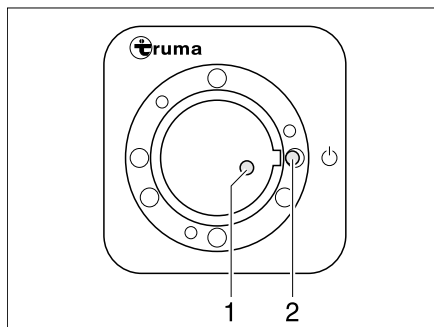
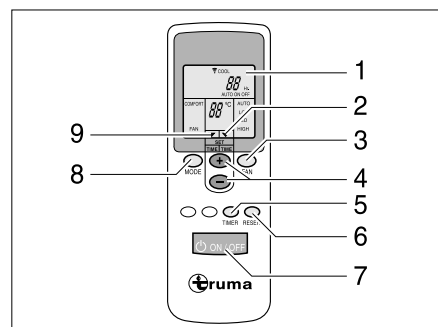

Bild 178 Empfänger
Bild 179 Fernbedienung
- Am Schalter (Bild 179,7) die Fernbedienung einschalten. Die grüne Kontroll-Leuchte (Bild 178,1) zeigt den Kühlbetrieb an.
- Die gewünschte Betriebsart mit der Taste (Bild 179,8) einstellen.
- Bei Bedarf mit den Tasten (Bild 179,3 und 4) die gewünschte Gebläseleistung und Raumtemperatur einstellen. Der Pfeil (Bild 179,9) zeigt den gewählten Einstellmodus an.
- ▷ Am Empfänger befindet sich ein zusätzlicher Tastschalter (Bild 178,2), mit dem die Klimaanlage auch ohne Fernbedienung aus- oder eingeschaltet werden kann. Wenn die Klimaanlage über diesen Tastschalter eingeschaltet wird, dann wird automatisch die zuletzt auf der Fernbedienung eingestellte Betriebsart gewählt.
- Zum Programmieren die Klimaanlage mit der Taste (Bild 179,7) auf der Fernbedienung einschalten.
- Mit den Tasten (Bild 179,8, 3 und 4) die gewünschte Betriebsart und Raumtemperatur einstellen.
- Mit der Taste (Bild 179,5) die gewünschte Funktion (Bild 179,1) auswählen:
- Mit den Tasten (Bild 179,4) die gewünschte Schaltzeit wählen (1 bis 15 Stunden). Der Pfeil (Bild 179,2) blinkt und zeigt den Einstellmodus an.
- ▷ Mit der Taste (Bild 179,6) werden die Einstellungen der Fernbedienung wiederholt an den Empfänger gesendet.